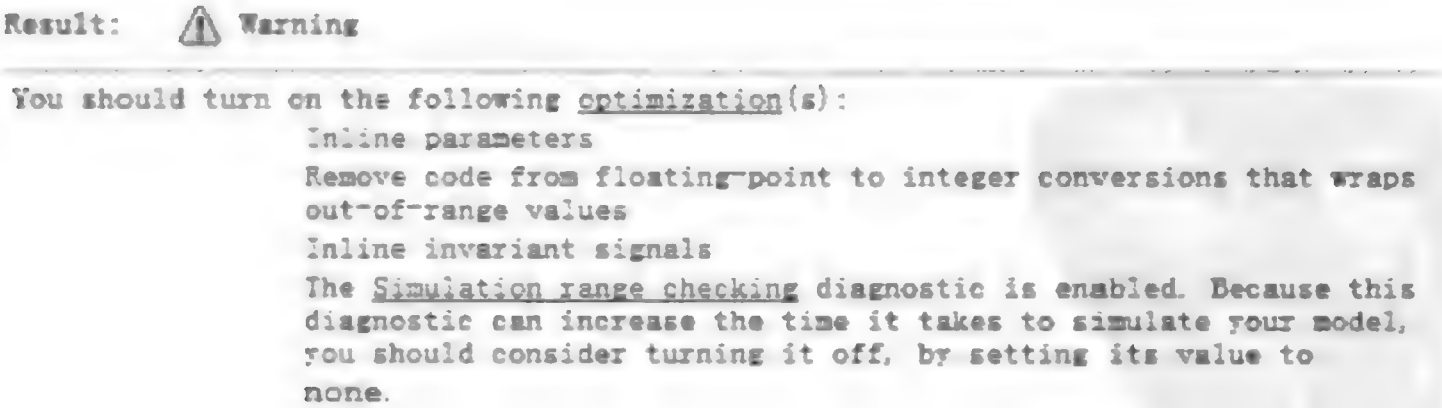

图 9.5.51 手动修改
- (1) 手动修改。对于每一个未通过的检查项目,Model Advisor 都给出了修改建议,例如检查项 Check optimization settings 标记了黄色惊叹号⚠,单击该节点,右侧界面 Analysis 结论区显示修改建议(图 9.5.51)。